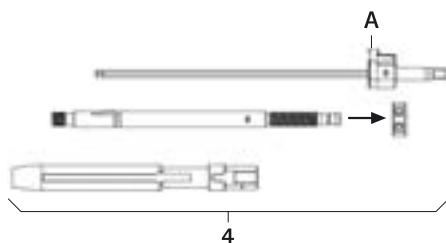

Fig. 1
- Smontare la leva di riduzione 4, vedere Fig. 1: premere forte il pulsante A e rimuovere il cacciavite FW234R.